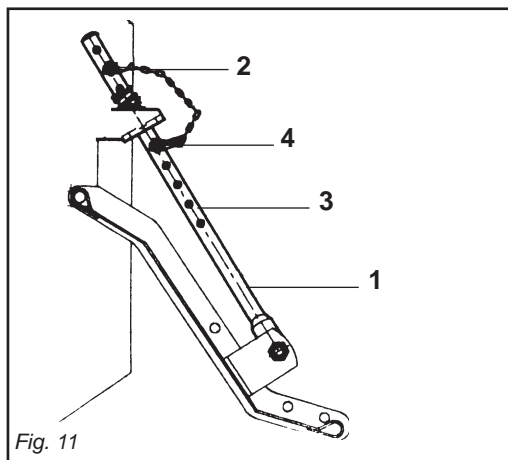

Fig. 11
- 6) Il martinetto a molla (1 Fig. 11) oltre a sostenere la lamiera livellatrice ed ammortizzarla nel trasporto su strada, serve a evitare il ribaltamento della zappatrice durante il parcheggio. A seconda della posizione, determinata dalla copiglia (2 Fig. 11) sui vari fori posti nel tubo del martinetto (3 Fig. 11) si riesce ad aumentare o diminuire l'effetto della lamiera livellante sul terreno.
- 6) Besides supporting the levelling plate and acting as a shock absorber for it during road transport, the spring ram (1 Fig. 11) prevents the steering hoe from overturning when parking. The effect of the levelling plate on the soil can be increased or decreased depending on the position, established by the split pin (2 Fig. 11) in the various holes in the ram tube (3 Fig. 11).
- 6) Le vérin à ressort (1 Fig. 11) sert de soutien à la tôle de nivellement et de suspension pendant le transport sur route, pour éviter le basculement du cultivateur lors du stationnement. L'effet de la tôle de nivellement sur le terrain peut être augmenté ou diminué en changeant la position de la goupille (2 Fig. 11) dans les différents trous du tube du vérin (3 Fig. 11).
- 6) Die Federwinde (1 Abb. 11) trägt nicht nur das Planierschild und dient beim Straßentransport zur Dämpfung von Stößen, sondern sie soll auch verhindern, daß die Hackfräse während des Parkens umkippt. Je nach der Position, die durch den Splint (2 Abb. 11) in den verschiedenen Löchern des Windenrohres (3 Abb. 11) festgelegt wird, kann die Wirkung des Planierschildes auf den Boden erhöht oder verringert werden.
- 6) El gato de resorte (1 Fig. 11), además de sostener la chapa de nivelación y protegerla durante el transporte en carretera, sirve para evitar el vuelco de la binadora durante el estacionamiento. De acuerdo a la posición, determinada por el pasador (2 Fig. 11) en los diversos orificios del tubo del gato (3 Fig. 11) se logra aumentar o disminuir el efecto de la chapa de nivelación sobre el terreno.